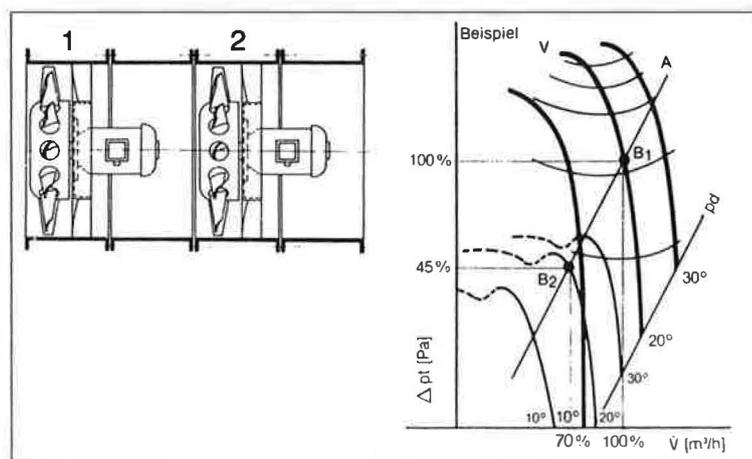

Bild 5 Hintereinandergeschaltete Axialventilatoren im Normalbetrieb und im Notbetrieb.
Die Garagenverordnungen schreiben weiterhin vor, daß bei Ausfall des einen Ventilators sich der zweite automatisch einschaltet, dieser also einen Notbetrieb aufrecht erhalten kann. Der ausgefallene Ventilator läuft dann leer in der Anlage mit und stellt für den noch in Betrieb befindlichen Ventilator einen Strömungswiderstand dar. Die Kennlinie ist unter diesen Umständen ungünstiger als die Einzelkennlinie des Ventilators (Bild 5).
Bei Ausfall eines Ventilators verschiebt sich der gewählte Betriebspunkt auf die untere (Notbetriebs-) Kennlinie. Kurzzeitig kann der Ventilator auch dann betrieben werden, wenn der Betriebspunkt auf dem instabilen Bereich der Kennlinien liegt. (Die Leistungsminderung bei Ausfall von Ventilator 1 oder 2 ist nicht gleich. In Bild 5 wird in den Kennlinien der ungünstigere Fall dargestellt, und zwar der Ausfall von Ventilator 1.)
- Notbetrieb: Bei Ausfall eines Ventilators verschiebt sich der Betriebspunkt auf eine Notbetriebs-Kennlinie – siehe Bild 5. Der betriebsbereite Ventilator kann kurzzeitig auch dann betrieben werden, wenn der Betriebspunkt im instabilen Bereich der Kennlinie liegt.